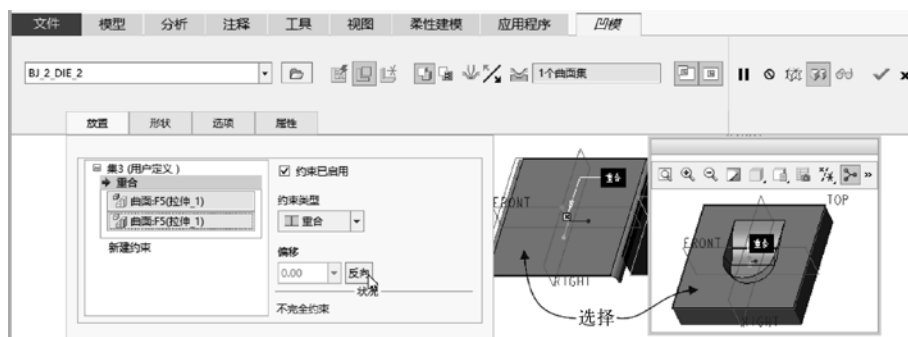

图 2-40 指定重合约束的一组参考面
(4) 功能区的“凹模”选项卡中的  (手动放置) 按钮自动处于被选中的状态，接着单击选中  (从属复制) 按钮。
(5) 在功能区的“凹模”选项卡中打开“放置”面板，从“约束类型”下拉列表框中选择“重合”约束类型，接着分别在凹模模型（元件）和钣金件中选择要配合的一组参考面，如图 2-40 所示，然后单击“反向”按钮。
(6) 在功能区“凹模”选项卡的“放置”面板中单击“新建约束”，接着为第二组约束设置其约束类型为“重合”，在凹模模型中选择 RIGHT 基准平面，在钣金件中选择 RIGHT